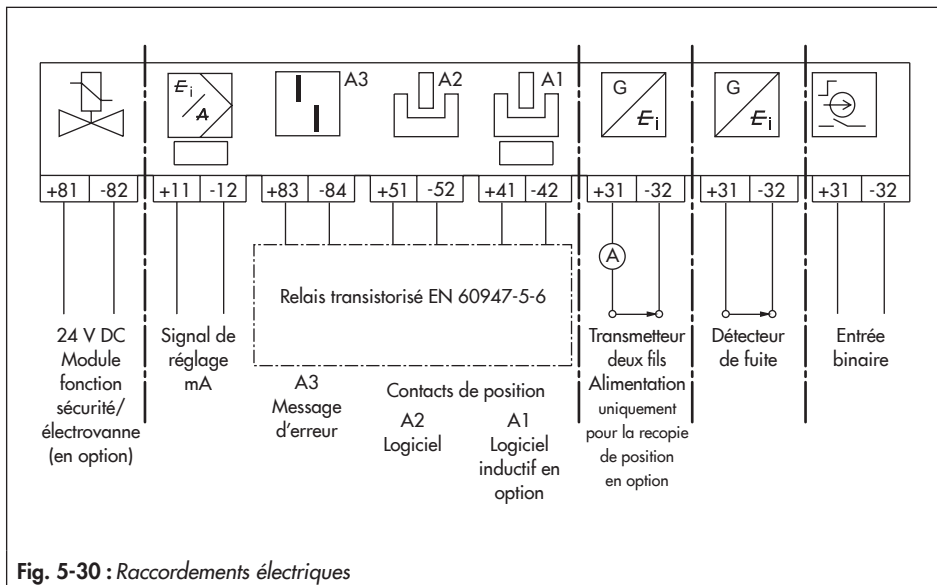

Fig. 5-30 : Raccordements électriques
Le schéma de raccordement est représenté sur la Fig. 5-30 et sur la plaque du bornier.
- Raccorder la tension d'alimentation (signal de commande mA) selon la Fig. 5-30.